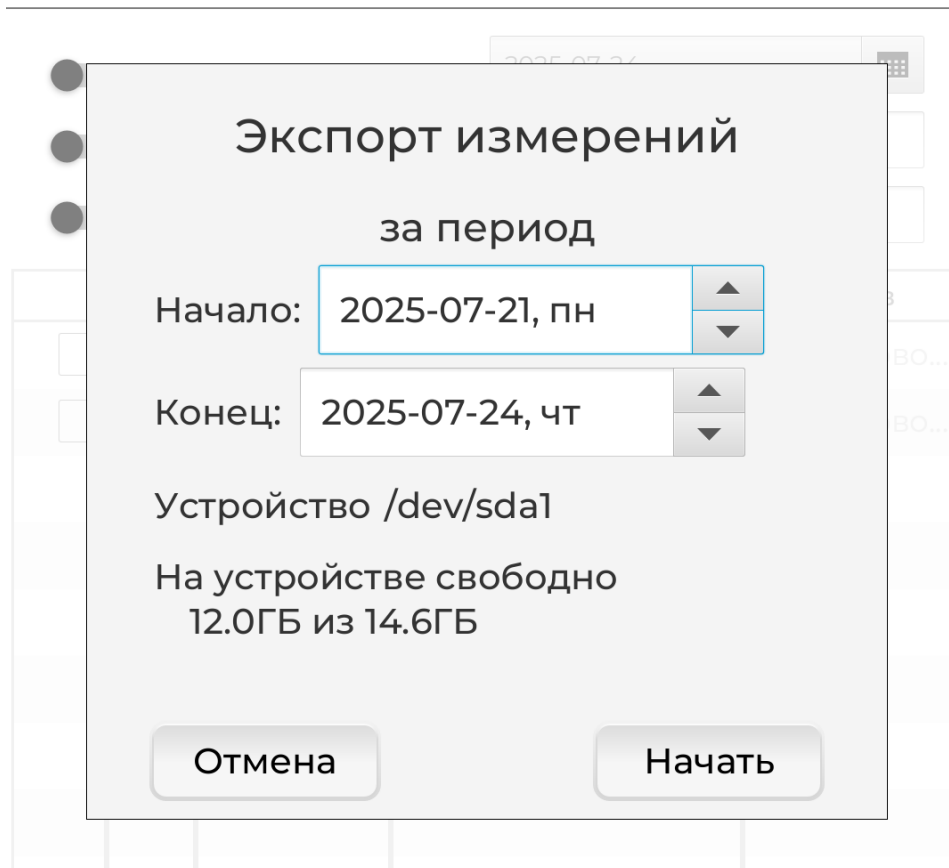

Рисунок 35 – Экспорт результатов измерений
4. Передача файлов – открытие меню экспорта файлов на внешний накопитель (рисунок 35). При выборе данной опции пользователю предлагается выбрать диапазон дат для экспорта файлов с результатами анализов за выбранный период. После нажатия кнопки «Начать» происходит экспорт файлов на подключенный в USB-разъём анализатора накопитель.